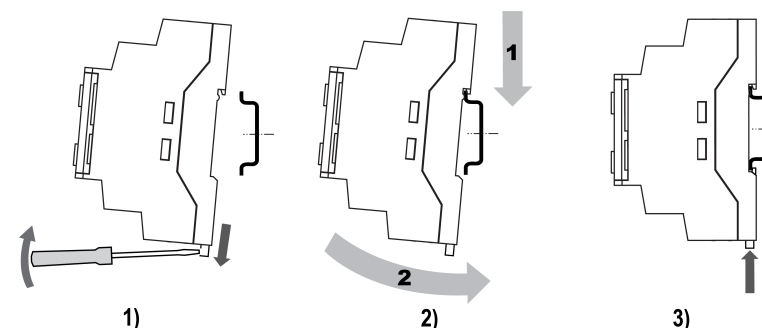

Рисунок 7.2 – Монтаж и демонтаж прибора
2. Вставив отвертку в проушину, оттянуть защелку (см. рисунок 7.2, 1).
3. Прижать прибор к DIN-рейке (см. рисунок 7.2, 2). Отверткой вернуть защелку в исходное положение (см. рисунок 7.2, 3).